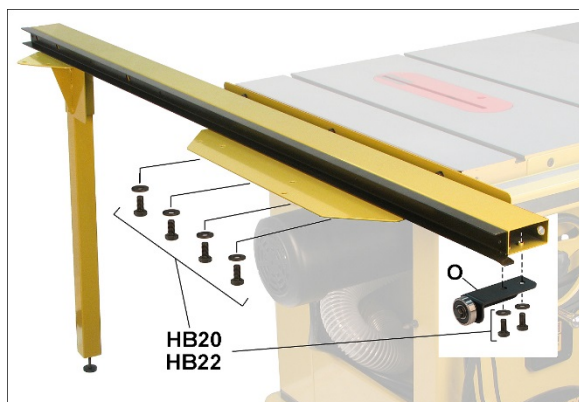

Рисунок 7-6
- Установите внутреннюю направляющую на установочную пластину с помощью четырех винтов и шайб. См. рисунок 7-6. Расположите направляющую параллельно столу циркулярной пилы, затяните винты.
- Установите горизонтальный кронштейн с подшипником (О, рисунок 7-6) в резьбовые отверстия передней части внутренней направляющей с помощью двух винтов и шайб. Затяните винты.